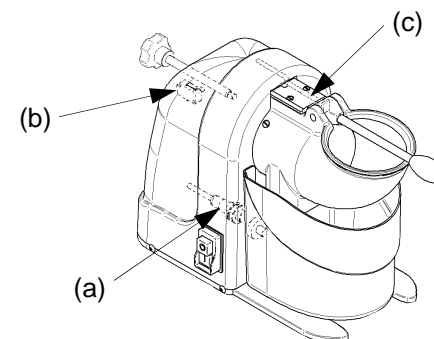

Рис. 7
3. вставьте ключ в отверстие на обратной стороне измельчителя (см. рис. 7) и поверните ключ по или против часовой стрелки, проверяя изменения толщины ножа в контейнере при поднятом прижимном рычаге;
Перед тестированием машины, убедитесь, что (рис. 7):
5. проверьте, не включается ли машина при вставлении ключа (пункт В), держите руки подальше от машины (рис. 7).
5.2 – Расположение предохранительных микро выключателей (см рис. 7)